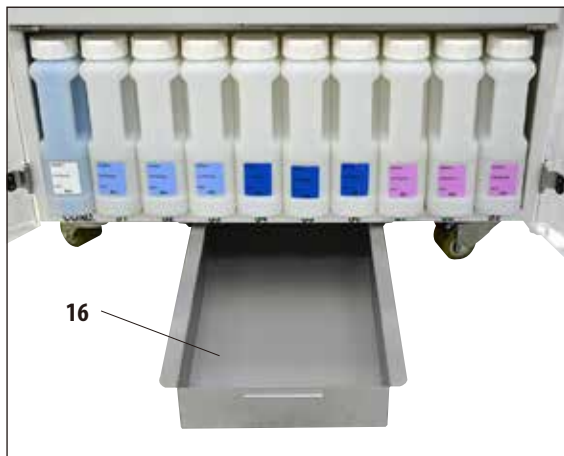

Fig. 230
Se debe comprobar con regularidad si el depósito colector (16) presenta indicios de que se hayan derramado los reactivos (fig. 230). **Se recomienda** cuando concluye un programa de infiltración o de lavado, para que el reactivo expulsado no se pueda evaporar.
- Para ello, extraer el recipiente por el asidero hacia delante (fig. 230) y, en caso necesario, vaciarlo.